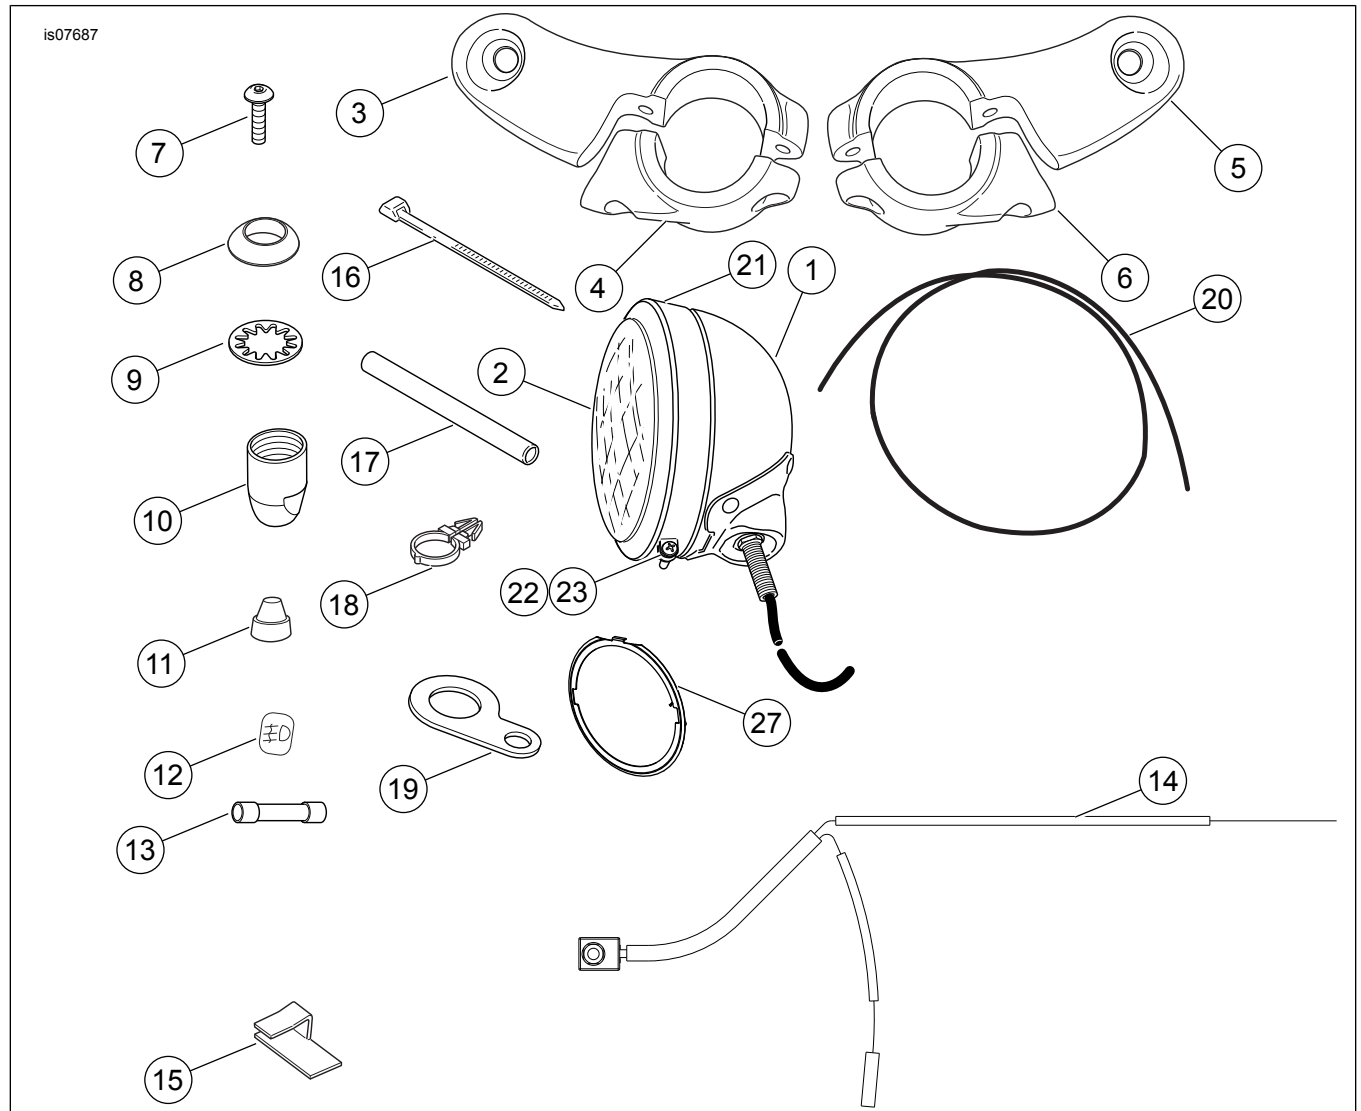

Figure 7. Pièces de rechange : Kit de feu auxiliaire
Voir Figure 7 et Tableau 1.
7. Voir Figure 7. Rechercher l'anneau de garniture externe (24), l'anneau à emboîtement interne (27) la vis (25) et l'écrou (26).
13. Voir Figure 7 et l'appendice des connecteurs dans le manuel d'entretien. Installer la borne femelle du fil blanc du faisceau (14) dans la cavité vide de la prise femelle de connecteur de phare.
16. Voir Figure 7. Prendre le support de montage de l'interrupteur (19) du kit. Retirer la gaine du commutateur de feu et installer le commutateur dans le support. Replacer la gaine sur l'interrupteur.
Si la gaine devient usée ou endommagée, ou si elle est perdue, remplacer la gaine pour empêcher que l'humidité n'entre dans l'interrupteur. Voir Figure 7 (élément 11).
18. Voir Figure 7. Attacher le branchement du commutateur de feu du faisceau au guidon en utilisant les retenues de faisceau de fils (élément 18) selon les besoins. Mettre en place d'un coup sec les retenues dans les trous du guidon.
26. Voir Figure 7. Attacher les fils au support de direction de fourche inférieur en utilisant les attaches à support adhésif (15) du kit.